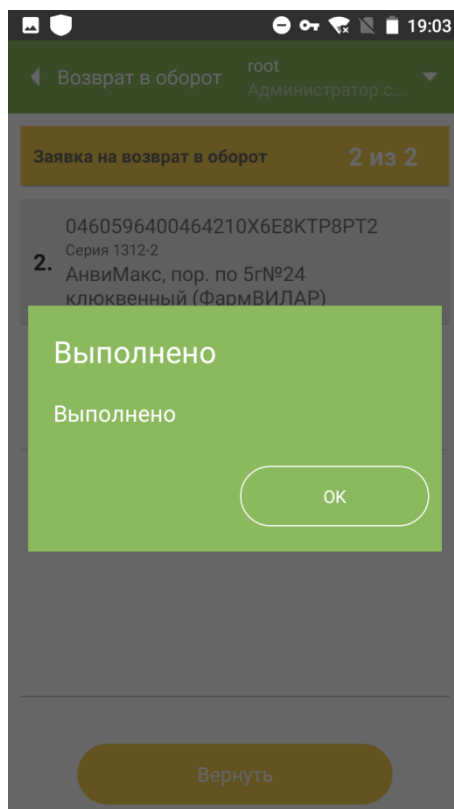

Рисунок 12.8
3. Нажать кнопку «Вернуть», затем подтвердить операцию, нажав на кнопку «ОК». После завершения операции появится сообщение «Выполнено» (Рисунок 12.8).